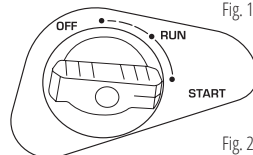

Fig. 2
4. Rotiți butonul de comandă al clapetei de aer în poziția „START” (Fig. 2).